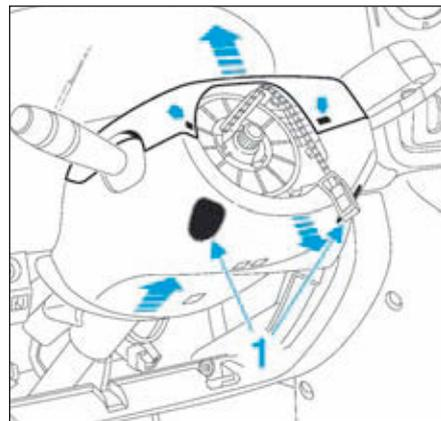

FIG.3
- Déposer les deux vis de fixation (1), puis déposer les coquilles en commençant par la supérieure (Fig.3).